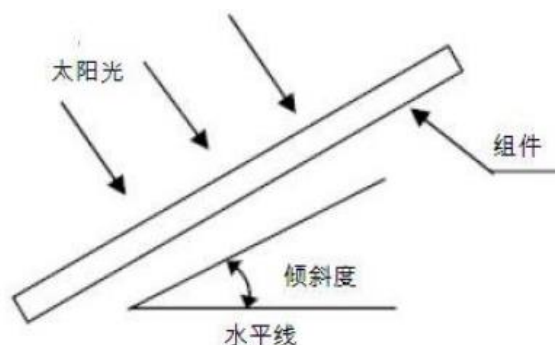

图 2 太阳能组件安装倾斜角
5.1.6 太阳能组件的倾斜角指的是组件表面与地平面之间的夹角，如下图 2 所示，组件表面与太阳光垂直的时候功率输出最大。要了解最佳的安装倾斜角的详细信息，请参考咨询当地可靠的太阳能系统安装公司。